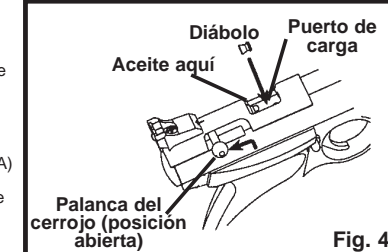

Fig. 4
- Amartille el cerrojo empujando la palanca de éste hacia arriba y tirando de ella completamente hacia atrás, (Fig. 4)
- Amartille el cerrojo empujando la manija de éste hacia arriba y tirando de ella completamente hacia atrás hasta que escuche dos clics. (Fig. 4)